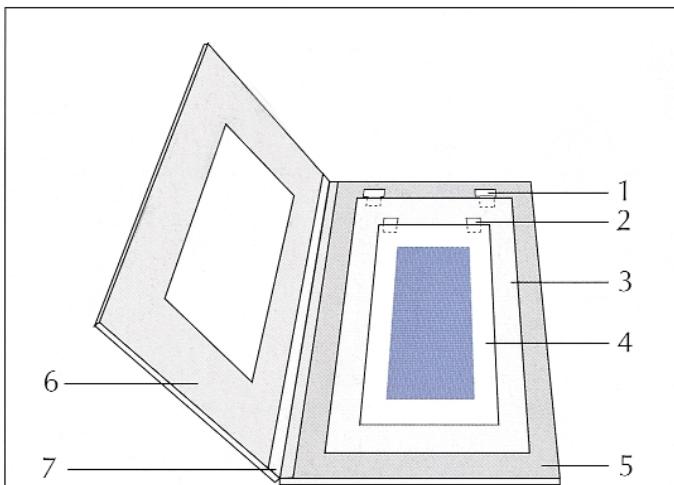

Bild 3: Blatt-Montage auf Zwischenträger
8. Montierung auf Zwischenträger (Bild 3)